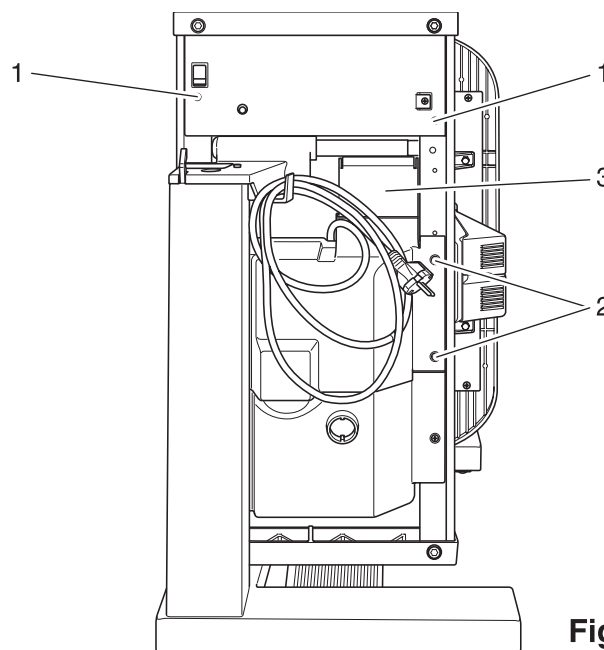

Fig. 15
- Die Schrauben 1 herausdrehen (Fig. 15).
- Das Abdeckblech anbringen und mit den Schrauben 1 befestigen (Fig. 15)